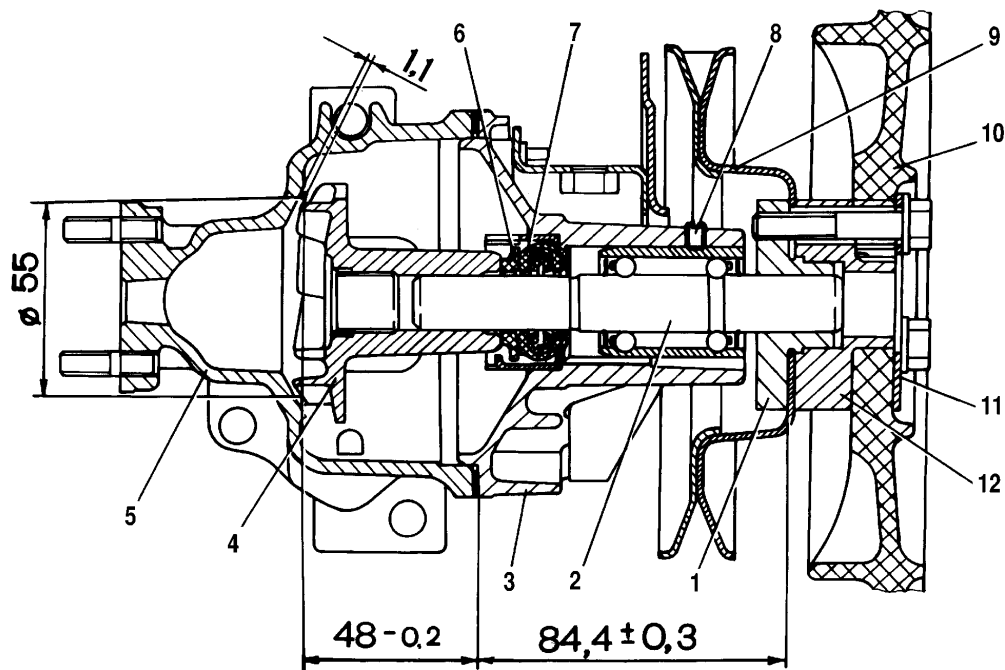

Fig. 2-62. Coupe longitudinale de pompe à eau:
- déconnecter du couvercle 3 le corps 5 (fig. 2-62) de la pompe;
- dévisser la vis d'arrêt 8 (fig. 2-62) et extraire le roulement complété de l'arbre de pompe. Lors de l'extraction à la presse s'applique à la cage extérieure de roulement;
cote (48-0,2)mm, indiqué sur la figure 2-62. Avec cela, le jeu préconisé entre les pales de roues et le corps de la pompe s'impose.